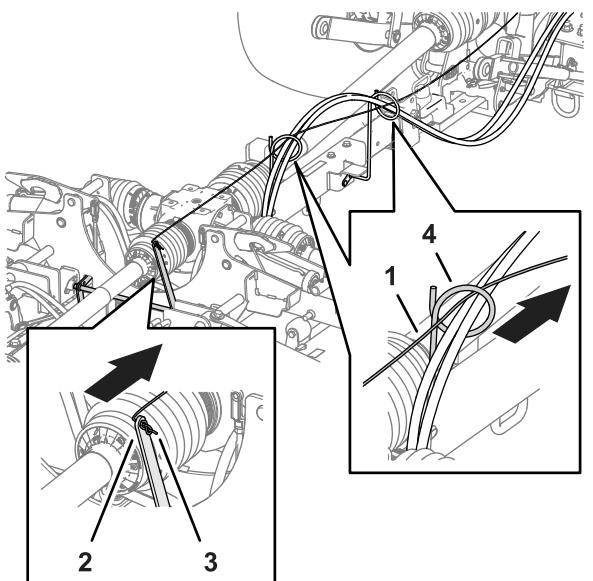

Figure 12
2. Faites passer l'extrême^{ité} libre du cordon de verrouillage provenant du levier ^à travers les 2 guide-flexibles (Figure 12).